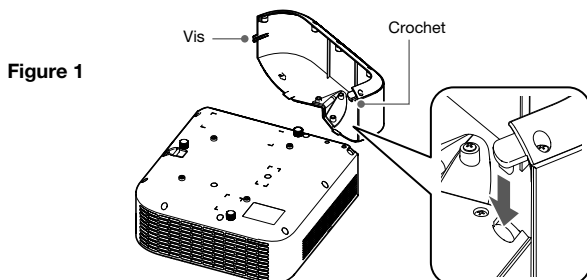

Figure 2
2. Ouvrez le cache-câble dans le sens indiqué par la flèche sur la Figure 2 pour le rattacher au projecteur.